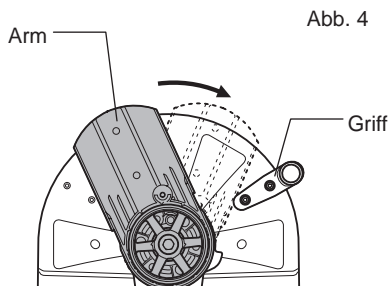

Abb. 4
- Drehen Sie den Arm, bis dieser den Griff berührt, und drehen Sie die Arretierspindel von Hand in die ursprüngliche Position. (Abb. 4)